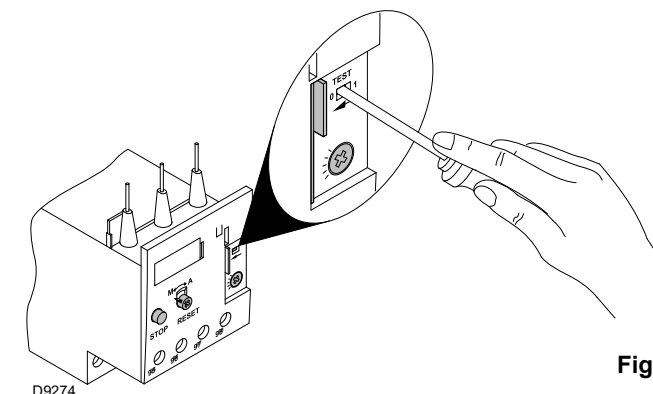

Fig. 39
- Pour tester le relais thermique, insérer un tournevis dans la fenêtre «**TEST**» (Fig. 39) et le déplacer dans le sens de la flèche (vers la droite).